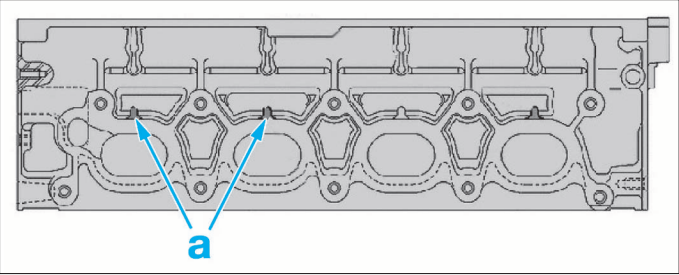

FIG. 4
- un repère de fonderie représenté par des bossages (a) côté échappement (Fig.4)